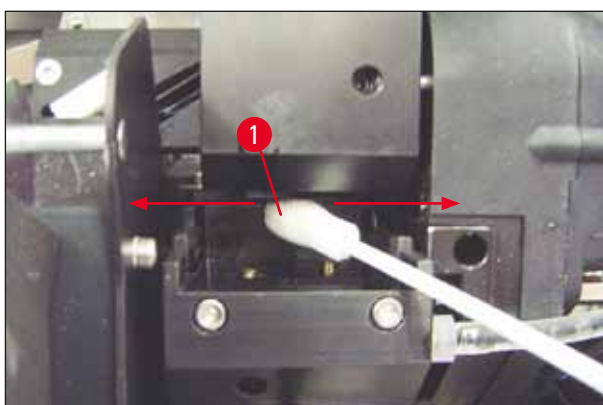

Fig. 54
5. Spingere con cautela il tampone nello spazio sotto la testina di stampa (→ "Fig. 54"). Con una leggera pressione verso l'alto (sulla testina di stampa) muovere il tampone avanti e indietro (per circa 10 volte). I depositi di inchiostro secco si corrodono e vengono così rimossi.